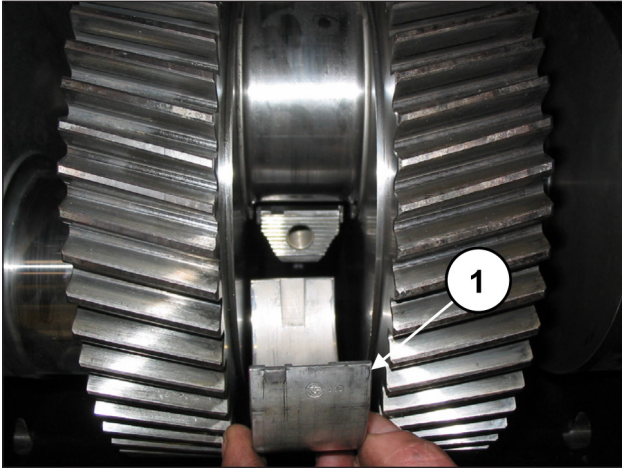

Abb. 80
Setzen Sie die oberen Lagerschalen zwischen Pleuelstange und Kurbelwelle ein (Pos. ①, Abb. 80).